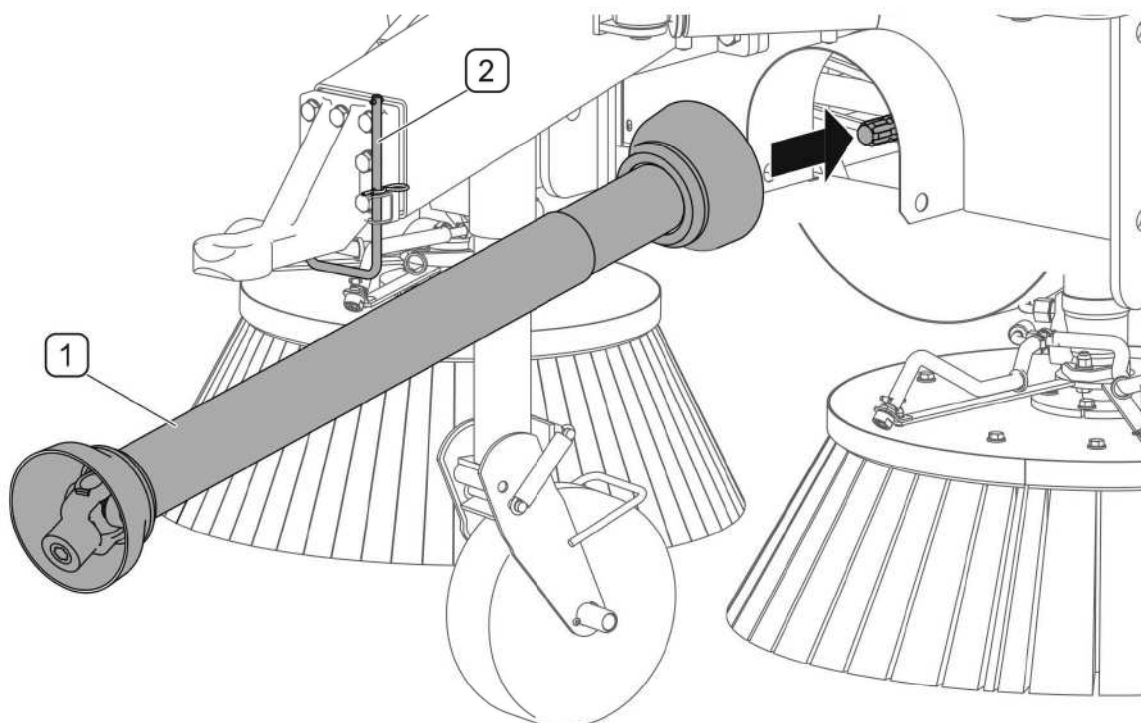

РИСУНОК 4.5А Подсоединение телескопического карданного вала
Вал, который подсоединен к подметально-уборочной машине, но не подсоединен к трактору, следует поместить на кронштейн-подвеску. Во время работы машины кронштейн (2) должен быть передвинут вверх и заблокирован в этом положении (РИСУНОК 4.5А).